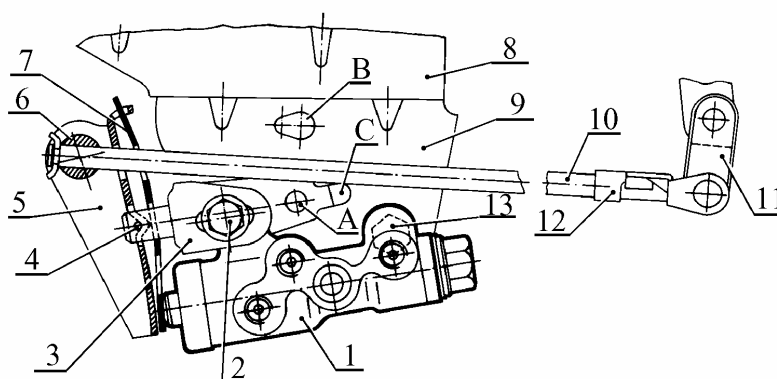

Рис.1. Привод регулятора давления:
2.1.2 Отсоединить трубопроводы, от регулятора 1, рис.1, давления тормозов и установить на них заглушки (ключ 67.7812-9525 для штуцеров тормозных трубок, заглушки технологические);
2.2.5 Затянуть болты 2 и 13, рис.1, крепления регулятора 1 (ключ кольцевой 13).